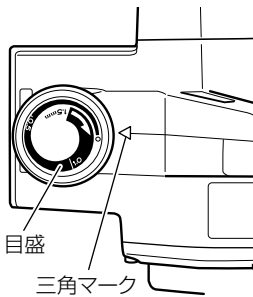

図 6
- (1) ノブを目盛りの矢印の方向（時計の針の回転方向）に回し、目盛りを三角マークに合わせます。目盛りの単位は mm です。（図 6）
- (2) 切込み深さは最大 1.5 mm まで調整できます。